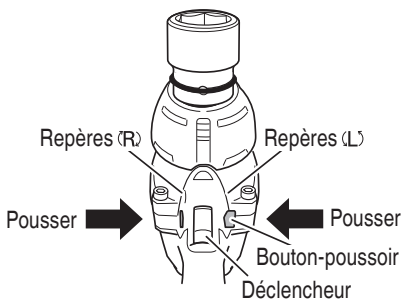

Fig. 14
La mèche tourne dans le sens horaire (vu de l'arrière) quand on appuie sur le côté R du bouton-poussoir. En appuyant sur le côté L du bouton-poussoir, la mèche tourne dans le sens anti-horaire. (Voir Fig. 14). (Les repères (L) et (R) sont marqués sur le corps.)